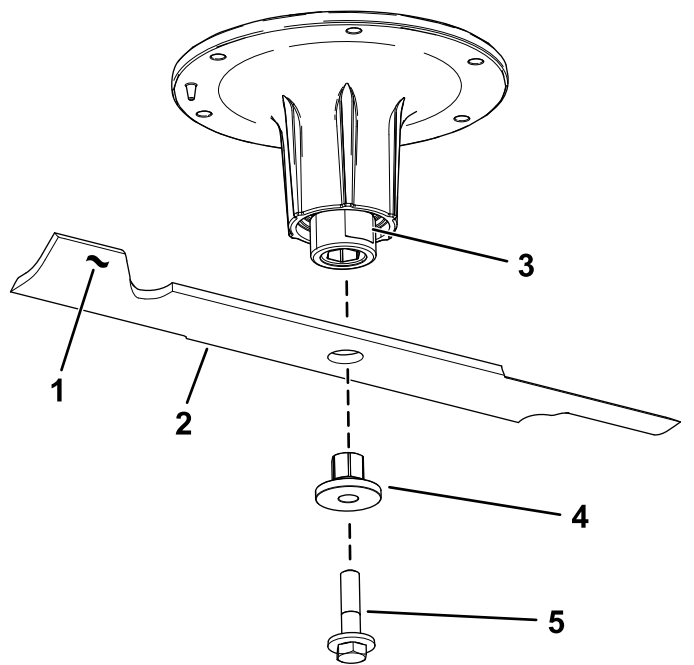

Figura 107
2. Retire el perno de la cuchilla, el casquillo y la cuchilla del eje (**Figura 107**).